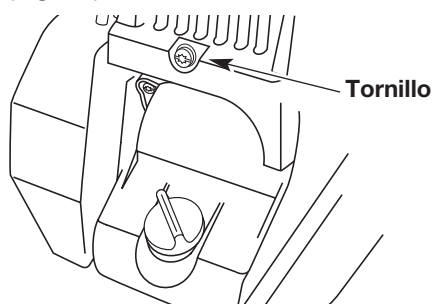

Fig. 52
3. Saque el tornillo que está detrás de la cubierta del motor (Fig. 52).
6. Saque la cubierta del motor (Fig. 52).